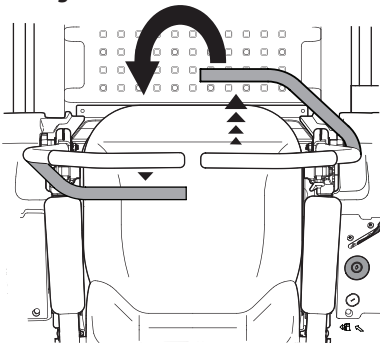

Figure 3-11
3. Pour tourner dans le sens anti-horaire, poussez la barre de conduite droite vers l'avant et tirez la barre de conduite gauche vers l'arrière. Voir Figure 3-11.